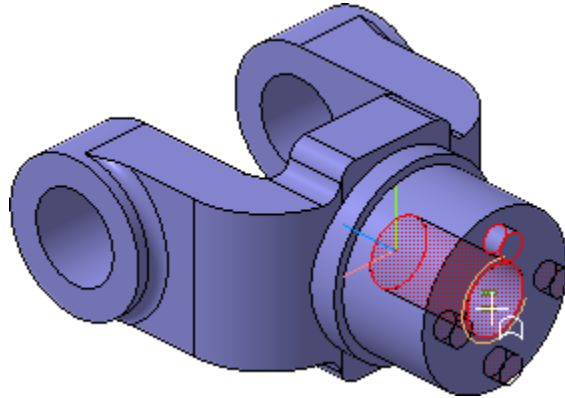

Рисунок 74.
- Для определения оси массива укажите цилиндрическую грань отверстия — в качестве оси массива будет использоваться ось выбранной грани (рис. 74).